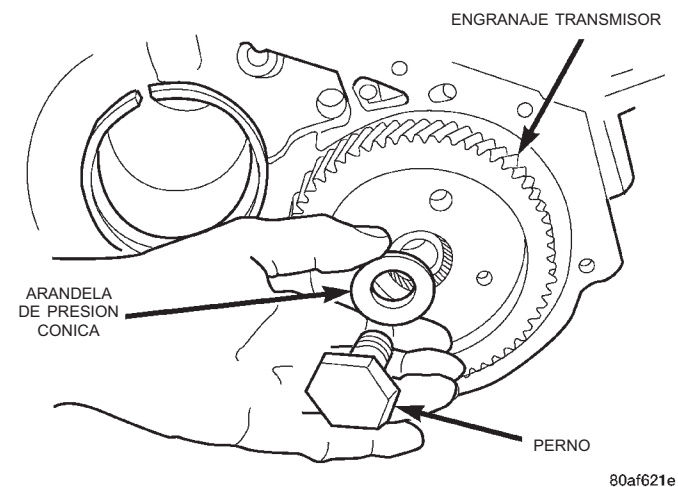
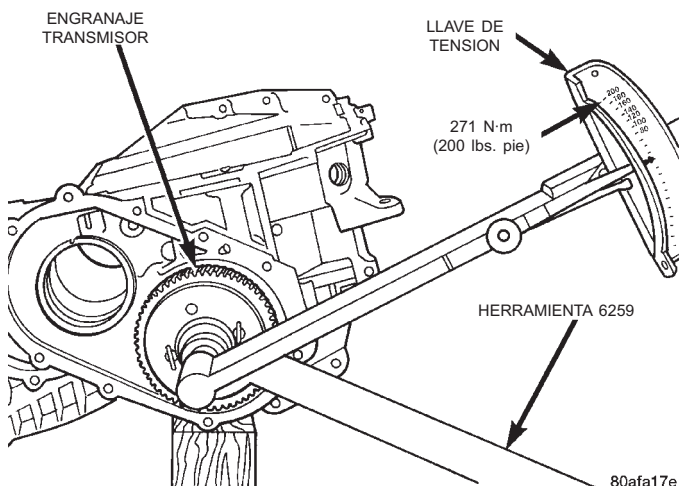

Fig. 243 Instalación de perno y arandela del engranaje transmisor
Fig. 244 Apriete el engranaje transmisor con una torsión de 271 N·m (200 lbs. pie)
(9) Instale el nuevo perno de retén y la arandela (Fig. 243). Apriételo con una torsión de 271 N·m (200 lbs. pie) (Fig. 244).